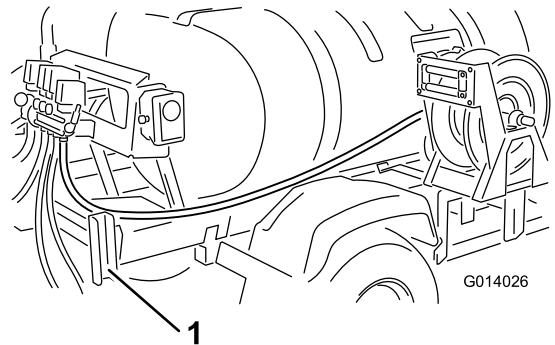

図 12
6. ホースを、タンクのスキッド・フレーム (そり) に沿って、右側のリア・フェンダのブーム・サポート・チャンネル材の中を通してを車両後方へ引きこむ (図 12)。
7. ホースを取り付けフレームに回し掛け、上に向けて、先ほど取付けたホース・リール・バルブについているバーブまでもってくる (図 12)。